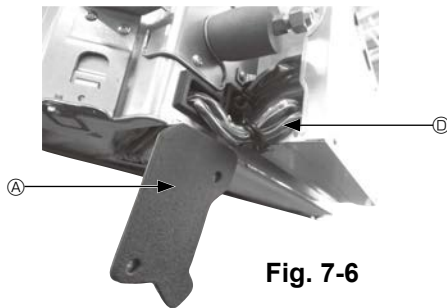
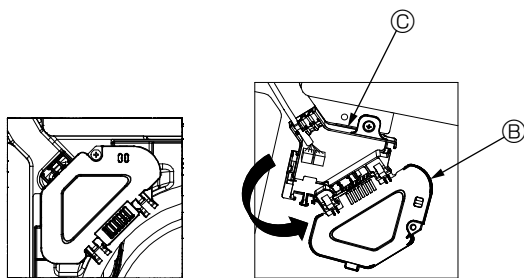

Fig. 7-6
Fig. 7-7
- ① Снимите два винта, крепящих крышку проводов основного блока, а затем откройте крышку.
- ② Проложите провода датчика i-See и приемника сигнала в каналы для проводов в коробке электрических компонентов, как показано на схеме, и вокруг втулки на стороне основного блока. (Fig. 7-6)
- ③ При прокладке провода откройте зажим, фиксирующий соединительный провод решетки, и затем закрепите соединительный провод решетки, а также провода датчика i-See и приемника сигнала с помощью зажима.
- ④ Снимите один винт, которым крепится крышка коннекторной коробки, а затем откройте крышку. (Fig. 7-7)
- ⑤ Поместите переходное соединительное устройство проводных линий в коннекторную коробку.
- ⑥ Установите крышку проводов и крышку коннекторной коробки.